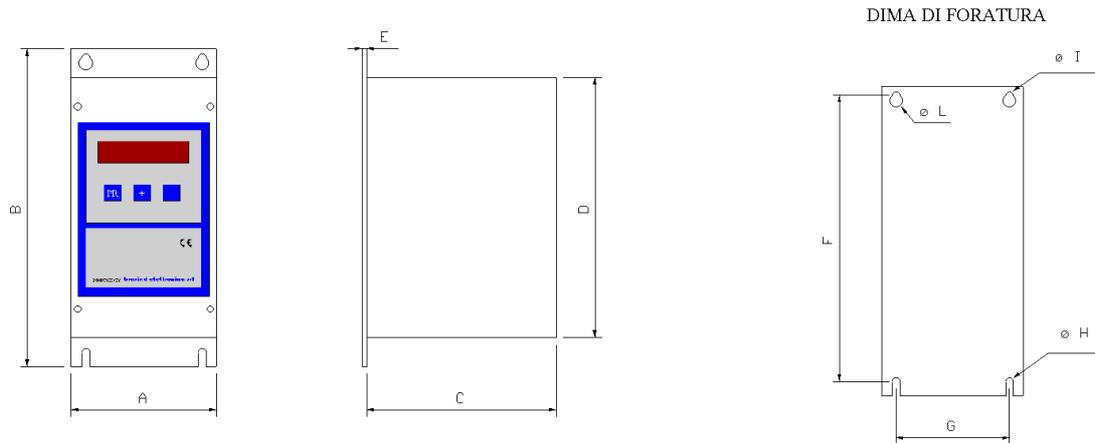

Fig. 01
- 1) Ove necessario fissare l'apparecchiatura ad una staffa di supporto seguendo i dati della Fig. 01 e della Tab. 03